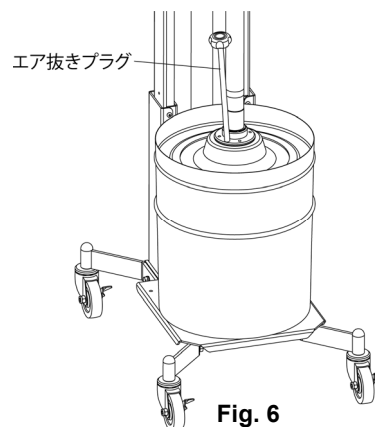

Fig. 6
8) リフト昇降バルブのつまみを「加圧」に切り換えてください。グリースがインダクタープレートによって加圧され、エア抜きプラグの穴からグリースが押し出されてきたら、昇降バルブのつまみを「下降」に切り換え、加圧を一時中止し、エア抜きプラグを取り付けてください。(Fig. 6)